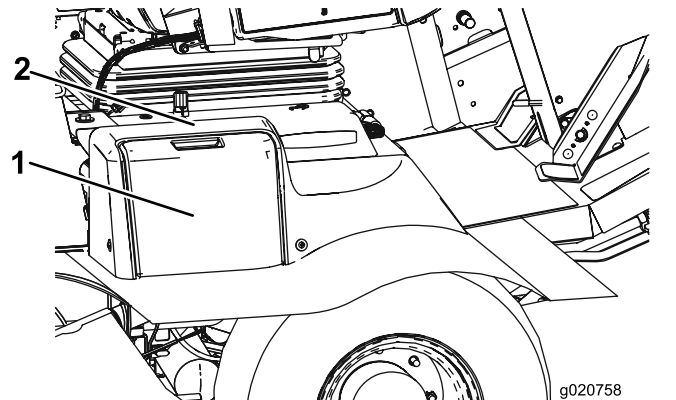

Figure 85
1. Ouvrez le couvercle de la batterie sur le côté du carénage (Figure 85).
**Remarque:** Appuyez sur la surface plate au-dessus du couvercle de batterie pour faciliter la dépose du couvercle (Figure 85).